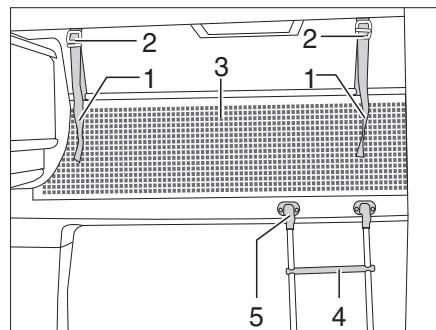

Fig. 156 Letto mansarda
Per salire sul letto mansarda, utilizzare la scaletta di accesso (Fig. 156,4) in dotazione ai modelli di serie.
- Agganciare la scaletta con i longheroni nell'apposito supporto (Fig. 156,5) al pannello cieco del letto.
La rete protettiva (Fig. 156,3) è stivata sui modelli di serie tra il materasso e il telaio portamaterasso. Fissare la rete protettiva soltanto dopo che le persone si sono stese nel letto mansarda.
- Fare innestrare i nastri di sostegno (Fig. 156,1) nei supporti sul soffitto (Fig. 156,2).